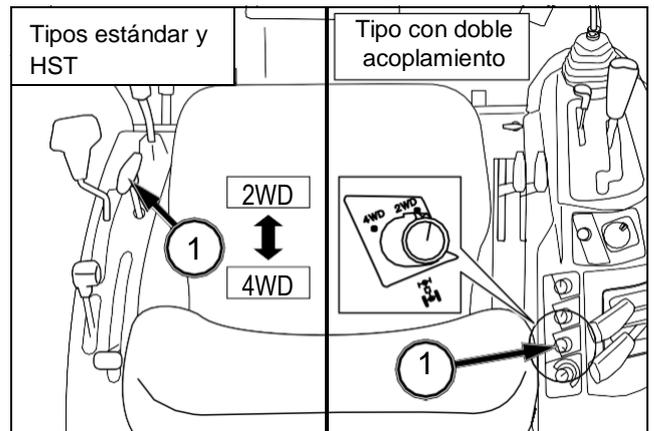

FIG. 101
FIG. 101: Los modelos con tracción integral tienen un eje de transmisión mecánica. La palanca de selección 4RM (tipos estándar y HST) o el interruptor 4RM (tipo con doble acoplamiento) (1) activa y desactiva el embrague del eje delantero.